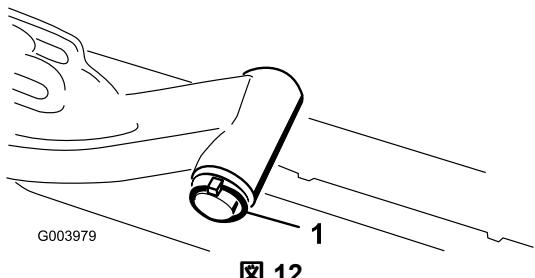

図 12
- 昇降アームのピボットシャフトを昇降アームに固定しているリンチピンとワッシャを外し、昇降アームからピボットシャフトを抜き出す図 12。
- C. 昇降アームのシャフトを昇降アームに差し込み、ワッシャとリンチピンで固定する図 12。